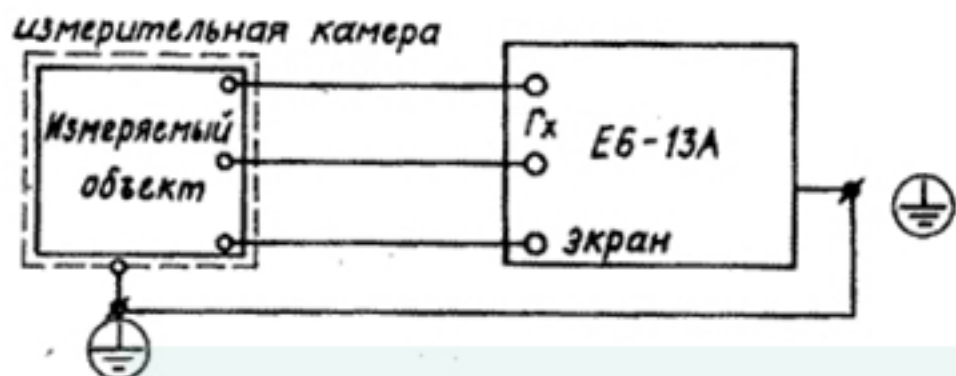

Рис.7
9.1.3. При измерениях на поддиапазонах выше  $10^9$  Ом поместите измеряемый объект в измерительную камеру, соединив между собой клеммы  $\oplus$  камеры и прибора (рис. 7).
9.3.2. Подключите измеряемый объект к гнездам  $r_x$  прибора (при измерениях на поддиапазонах свыше  $10^9$  Ом поместите измеряемый объект в измерительную камеру, подсоединив ее к прибору в соответствии с рис.7).